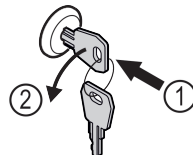

Fig. 206
- Inserire la chiave. Fig. 206 (1)
- Ruotare la chiave di 90° in senso antiorario. Fig. 206 (2)